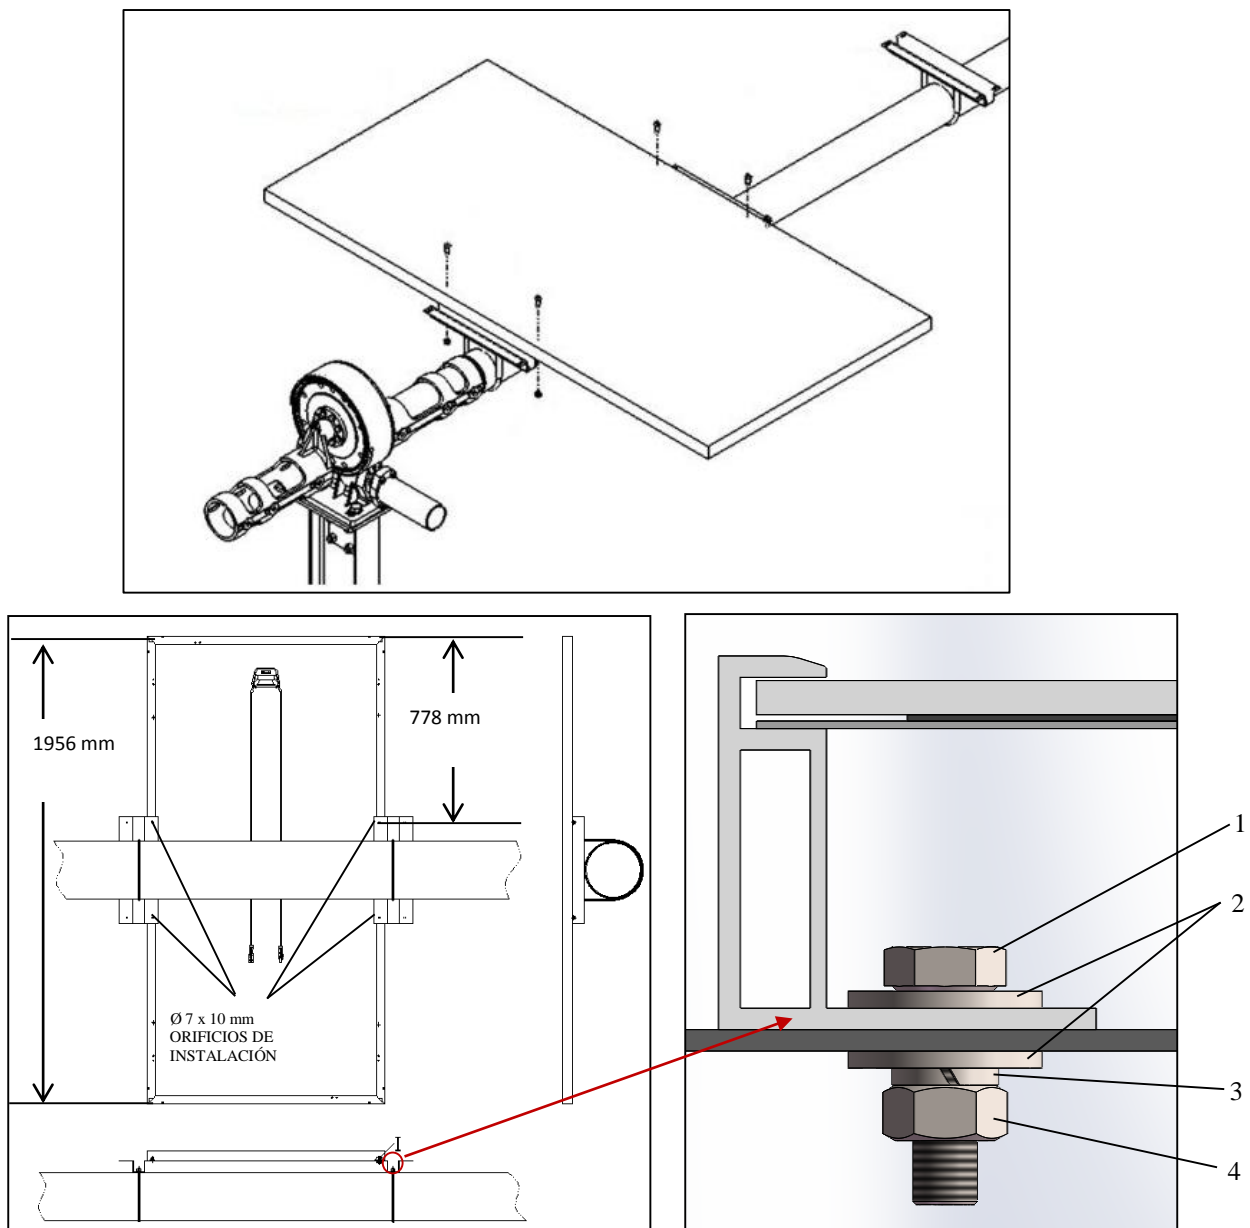

Figura 3. Módulo fotovoltaico instalado con un sistema de seguimiento de un solo eje
- El marco de cada módulo tiene 4 orificios de montaje de 10 mm y 7 mm de diámetro con una ubicación específica tal como se muestra en la Figura 3.
- Sujete el módulo en cada punto de fijación mediante un perno M6, dos arandelas planas, una arandela de resorte y una tuerca, tal como se muestra en la Figura 3.